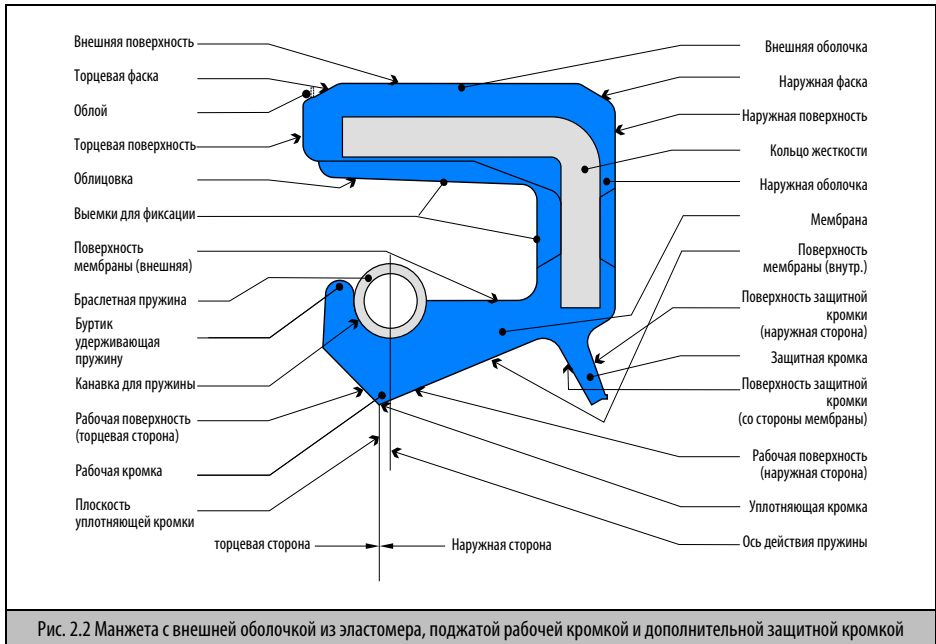

Рис. 2.2 Манжета с внешней оболочкой из эластомера, поджатой рабочей кромкой и дополнительной защитной кромкой
- из эластомера с интегрированной металлической пластиной жесткости (→ Рис. 2.1 и → Рис. 2.2)